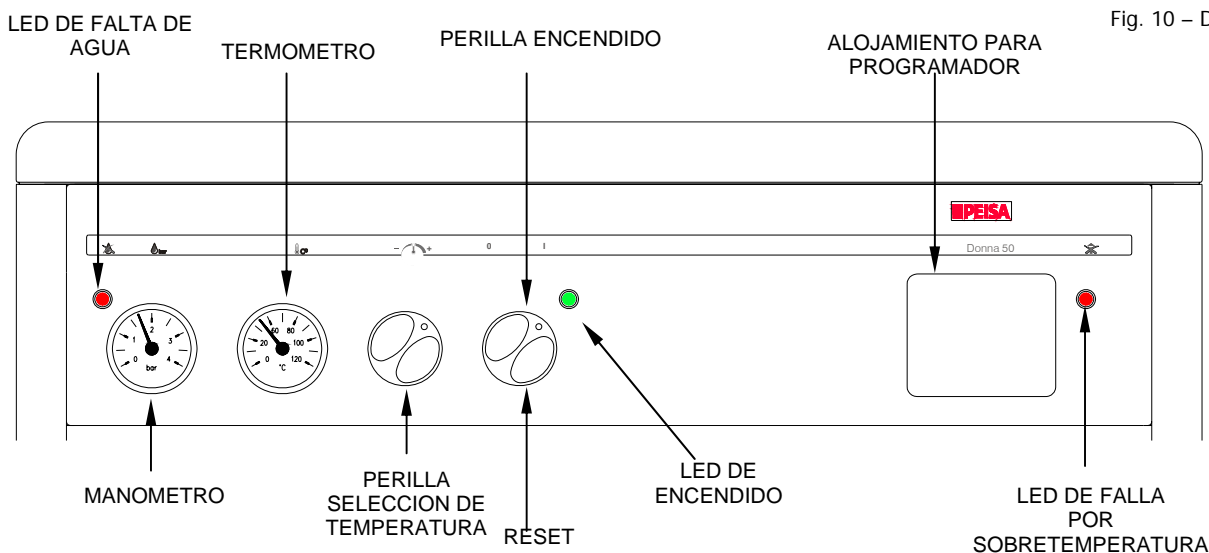

Fig. 10 – Detalle del tablero
- Girar la perilla de encendido (ver fig. 10) hasta la posición I para que el quemador encienda automáticamente.